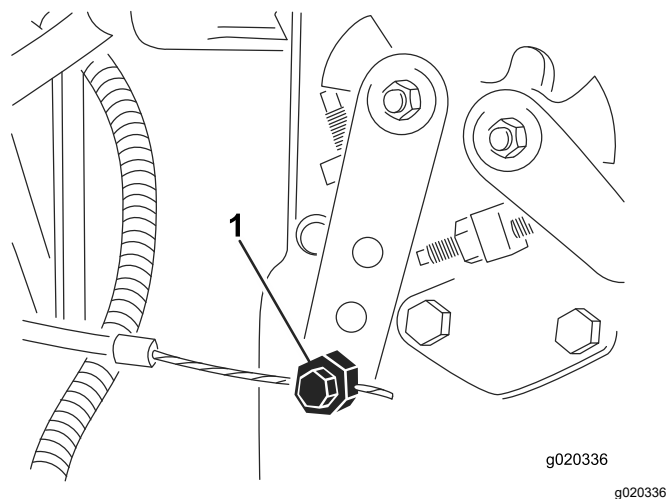

Рисунок 77
2. Ослабьте соединитель тросика дроссельной заслонки на плече рычага инжекторного насоса (Рисунок 77).